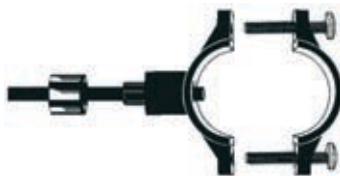

Рис. 9
3. Трубку, предварительно смазанную силиконовой смазкой, вставьте в скобу дренажного хомута с резьбовым отверстием (**рис. 9**). Край трубки должен выступать примерно на 4-5 мм от внутренней части скобы. Закрутите накидную гайку хомута.